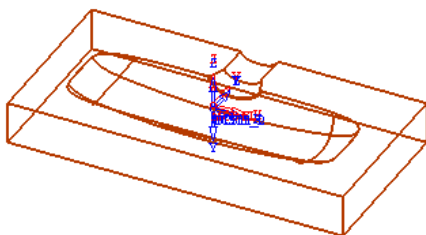

图 3-75 选择所有曲面 (1)
- 展开“零件”选项，单击“零件曲面”按钮，然后单击“选择”工具栏上的选择所有按钮，系统选中所有曲面；此时图形中所有曲面高亮显示，如图 3-75 所示。